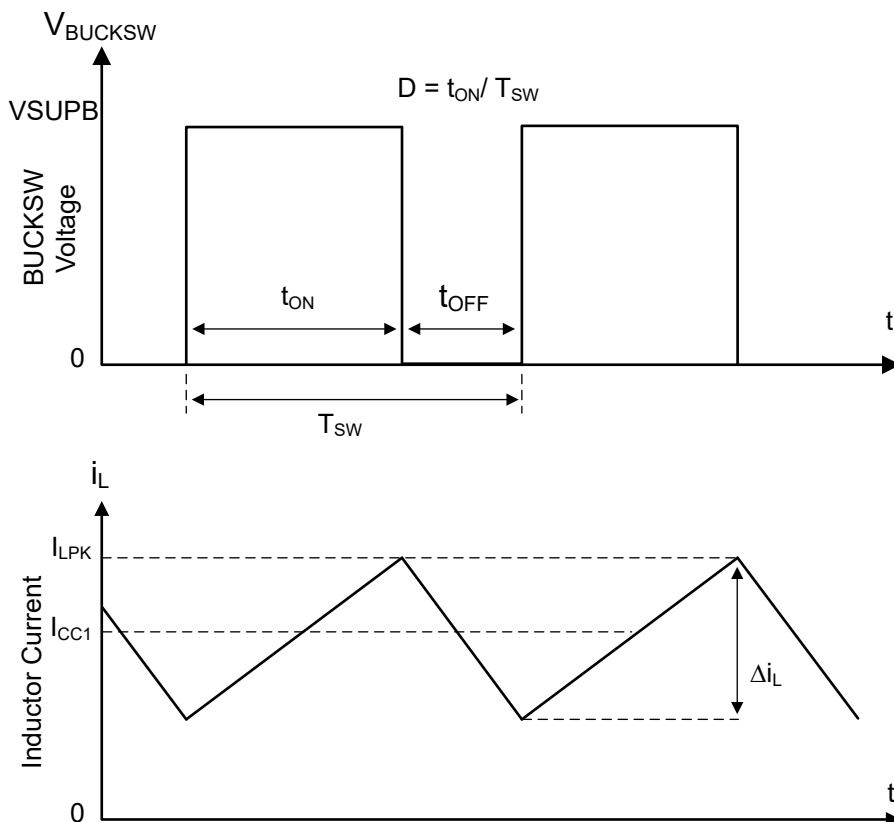

図 8-5. 連続電流モード (CCM) のスイッチング ノードの波形
TCAN241x-Q1 に統合された降圧レギュレータは、ハイサイド スイッチ (HS) とローサイド スイッチ (LS) を内蔵した同期式ステップダウン型の降圧コンバータです。レギュレータは、制御されたデューティ サイクルでハイサイドおよびローサイドの NMOS スイッチをオンにすることにより、出力電圧の安定化を実現します。図 8-5 を参照してください。ハイサイド スイッチのオン期間中、BUCKSW ピンの電圧はおよそ VSUPB まで振れ、インダクタ電流 i_L は $(VSUPB - V_{CC1}) / L$ の直線的な傾きで増加します。ハイサイド スイッチが制御ロジックによってオフにされると、貫通電流を防止するためのデッドタイム (t_D) の後でローサイド スイッチがオンになります。インダクタ電流は、ローサイド スイッチを通して $-V_{CC1}/L$ の割合で放電されます。降圧コンバータの制御パラメータはデューティサイクル $D = t_{ON} / T_{SW}$ と定義されます。ここで t_{ON} はハイサイド スイッチのオン時間、 T_{SW} はスイッチング周期です。コンバータ制御ループは、デューティ サイクル D を調整することにより、出力電圧を一定に維持します。損失を無視できるような降圧コンバータでは、次の式のように、 D は出力電圧に比例し、入力電圧に反比例します: $D = V_{CC1}/VSUPB$ 。